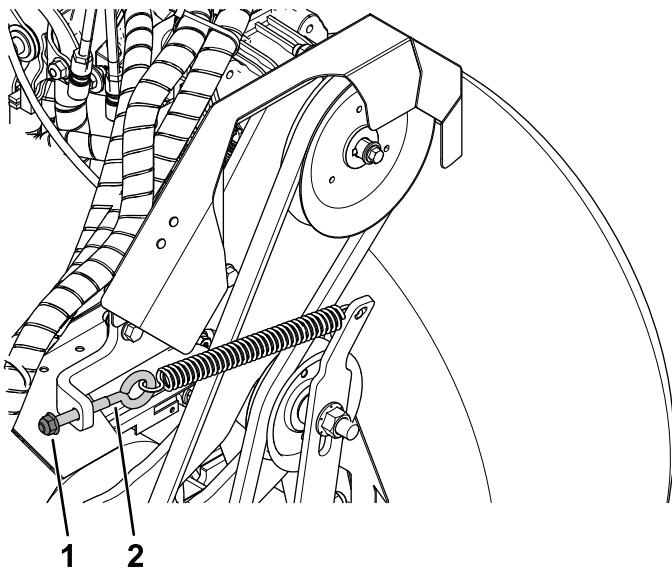

Figure 90
3. Tout en maintenant le boulon à œil en place, desserrez le contre-écrou vissé dessus pour détendre le ressort (Figure 90).